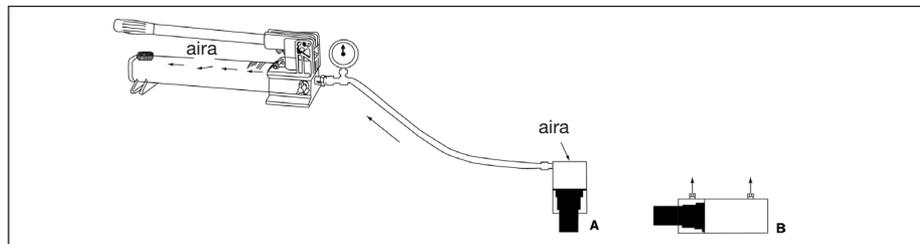

Figura 9
L'estrazione dell'aria dal sistema oleodinamico consente al pistone di avanzare e ritornare regolarmente. Vedere la figura 9.
3. Orientare il cilindro con l'estremità del pistone in basso (in alto se si utilizza un cilindro a tiro). Vedere la figura 9.
3. Posizionare il cilindro in orizzontale con le porte rivolte verso l'alto. Vedere la figura 9.